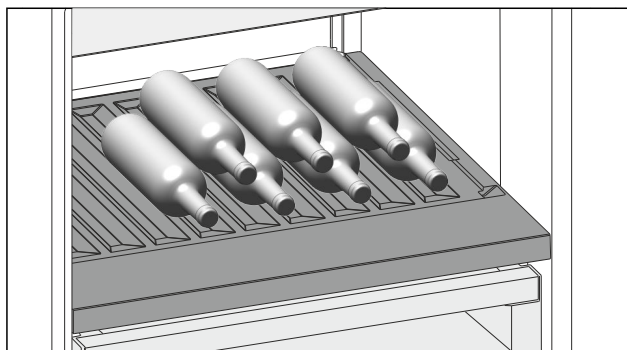

Fig. 85
- Inserire le bottiglie con il fondo rivolto verso la parte posteriore. (vedere Fig. 85)